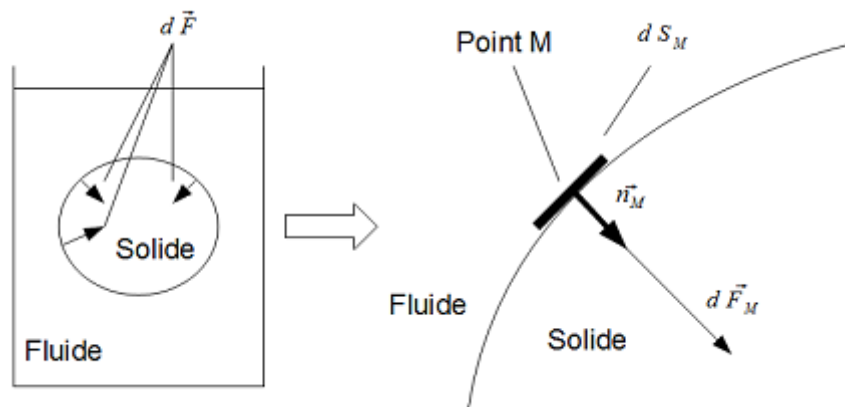

FIGURE 2.1 – Direction des forces de pressions dans un fluide
**Dans un fluide parfait** la force exercée par le fluide sur un solide est perpendiculaire à la surface du solide. Cette force est dirigé vers l'intérieur du solide (Voir *Figure 2.1*).